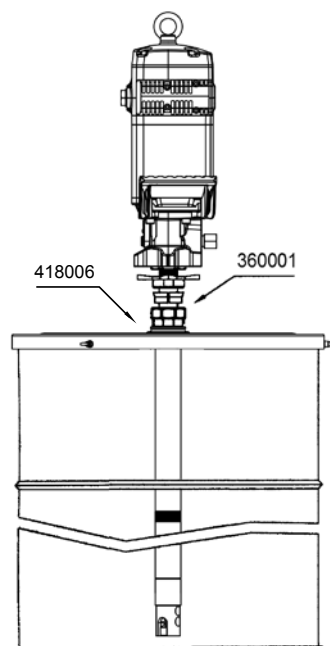

Fig. 2
- Installation avec couvercle (418006 pour fût de 185 kg) et adaptateur réglable (360001). Fixer le couvercle sur le fût et serrer l'écrou de l'adaptateur réglable au filet du couvercle. Introduire le tube par l'écrou et le placer à la hauteur désirée à l'aide de la fausse bonde (fig. 2).